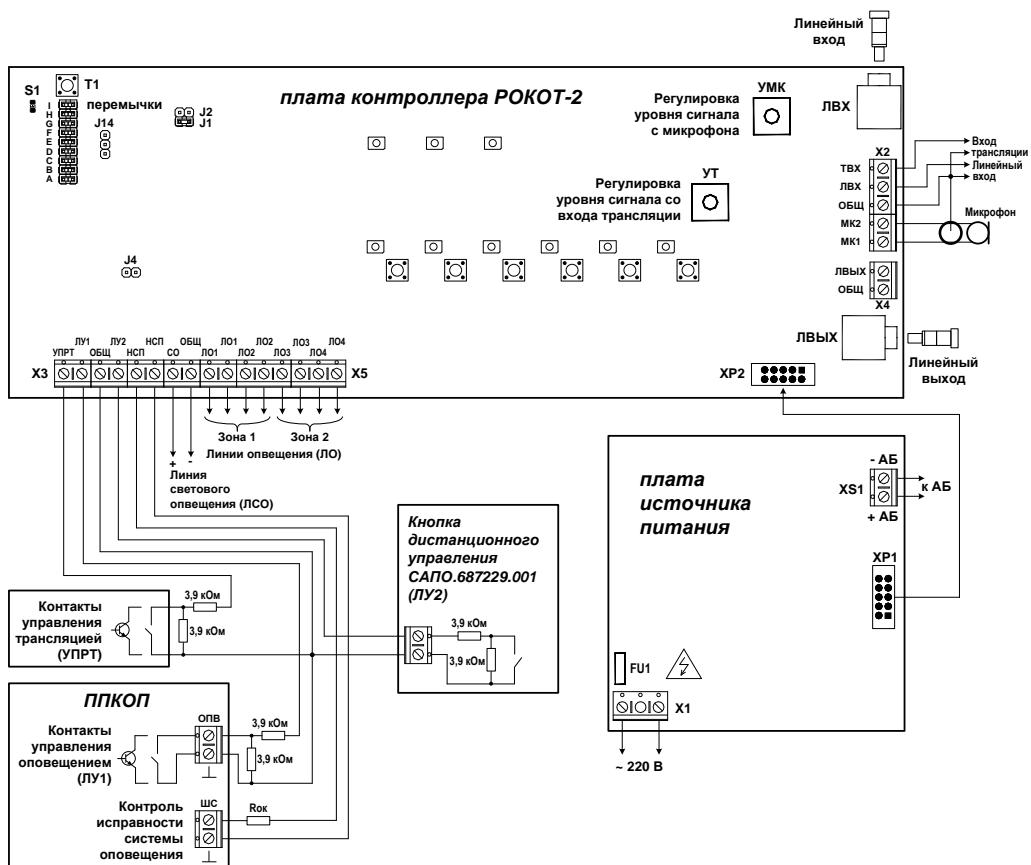

Рис.1 Схема внешних подключений прибора «Рокот-2»
Произведите монтаж всех линий, соединяющих прибор с ППКОП, акустическими системами, световыми указателями, источниками сигналов трансляции, кнопкой дистанционного управления. Для доступа к клеммным колодкам необходимо открыть крышку, открутив винт на крышке внизу корпуса прибора. Схемы подключений – см. рис. 1 – 5.
Внимание! Кнопка дистанционного управления САПО.687229.001 поставляется с установленными в ней резисторами 3,9 кОм. При монтаже не предусмотренной комплектом поставки кнопки необходимо установить два резистора 3,9 кОм согласно схеме подключений – рис.1.
При необходимости размещения в зоне оповещения максимального количества АС (до 20 АС-2-2 или до 8 АС-2-1) с использованием *только одной линии* оповещения допускается объединение выходов ЛО путем установки перемычки между левыми (по рис.1) клеммами выходов ЛО1 и ЛО2 (ЛО3 и ЛО4). Собственное сопротивление проводников такой ЛО должно быть не более 1,5 Ом.
- К клеммам «220В» платы источника питания (см. рис.1) подсоедините кабель сетевого питания. Подайте на прибор напряжение ~220 Вт 50 Гц.
- Снимите перемычку «A» (см. рис.1) и дождитесь прохождения проверки состояния линий оповещения (не более 20 секунд).
- в дежурном режиме работы, открыв крышку прибора, нажать кнопку Т1 на плате контроллера (см. рис.1) и удерживать её до загорания индикатора S1.
Переход в тестирование системы происходит из дежурного режима при снятии перемычки «С» (см. рис.1). Пока снята эта перемычка, индикатор НЕИСПРАВНОСТЬ мигает зеленым, контакты выхода «Неисправность» разомкнуты.